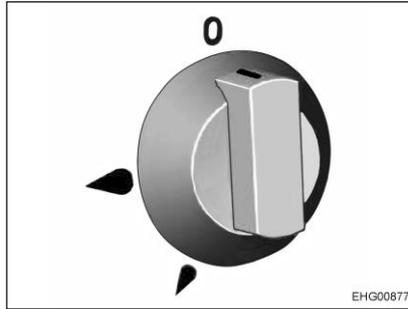

Fig. 131 Regulador giratorio
- Girar el regulador giratorio (Fig. 131) del quemador deseado a la posición de encendido (llama alta) y mantenerlo pulsado.
- Girar el regulador giratorio (Fig. 131) a la posición de encendido (llama alta) y mantenerlo pulsado.
- Presionar ligeramente el regulador giratorio (Fig. 131) y girarlo al nivel máximo (240 °C).